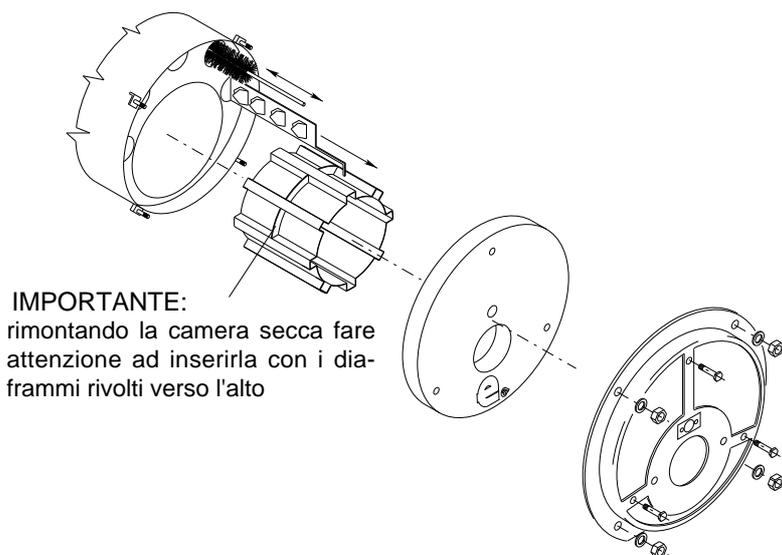

fig. 55
- a pulizia avvenuta, avere cura di rimettere a posto tutte le parti smontate nella sequenza indicata in fig. 55, controllando la buona tenuta della portina.